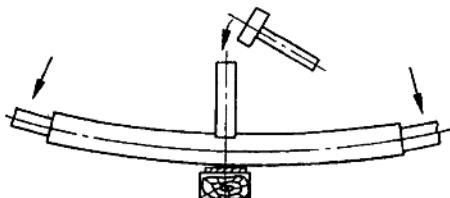

图 3-4-7 捻打直轴方法
③直轴时，将轴的凹面朝上放置，在最大弯曲断面下部用硬木支撑并垫以铅板，如图 3-4-7 所示。
④直轴时，最好把轴放在专用的台架上，轴的两端设法向下压住（或拉住），以便达到加速分子振动而使纤维伸长的目的。
⑤捻打的范围为圆周的 1/3（即 120°），此范围可预先在轴上画好，捻打的轴向长度可